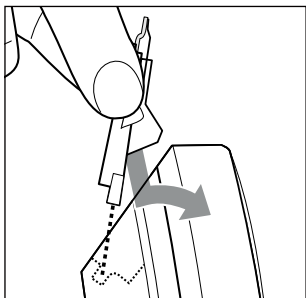

Abb. 10
- 6) Führen Sie die Nase des Scherkopfes **1** unter die hintere Gehäusekante. Drücken Sie den Scherkopf **1** nach unten in die Halterung der Nase und dann nach vorne, bis er hörbar im Gerät einrastet (siehe Abb. 10).